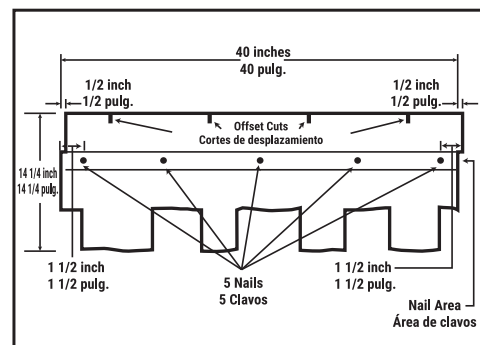

Fig. 4A Mansard or Steep Slope Fastening Pattern
- All shingles installed on the perimeter of the roof must be hand-sealed with four 1 inch dabs of ASTM D4586-compliant asphalt cement. See **Fig. 4A**
- Todas las tejas instaladas en el perímetro del techo deben sellarse a mano con cuatro toques de 1 pulgada de cemento asfáltico que cumpla con la norma ASTM D4586. Consulte la **Fig. 4A**
REQUIRED: For slopes exceeding 60 degrees or 21 inches per foot, 9 nails are required with 5 in the nail area and 4 placed above tab cutouts. Center asphalt roof cement 2 inches up from bottom edge of shingle tab. See **Fig. 4A**.
Vea la **Fig. 4A**.
REQUISITOS: Para pendientes superiores a 60 grados o 21 pulgadas por pie, se requieren 9 clavos, con 5 en el área de clavos y 4 colocados sobre los recortes de la lengüeta. Centre el cemento asfáltico para techos 2 pulgadas hacia arriba desde el borde inferior de la lengüeta de la teja. Vea la **Fig. 4A**.